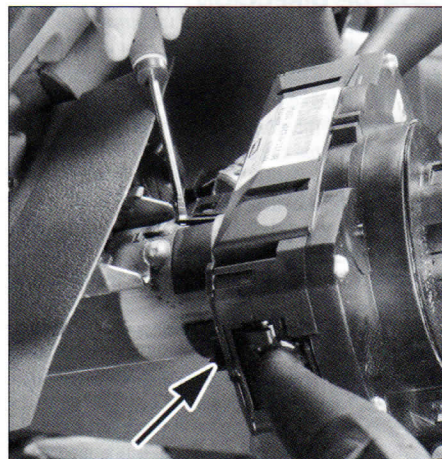

FIG. 5
- Separar el módulo del contactor giratorio separando con precaución las patas de bloqueo de la columna, con un pequeño destornillador plano (fig. 5).